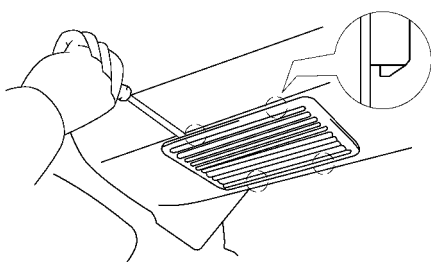

图 17-97 用螺钉旋具撬出进气口格栅
(6) 拆下进气口格栅。使用螺钉旋具撬出进气口格栅，如图 17-97 所示。